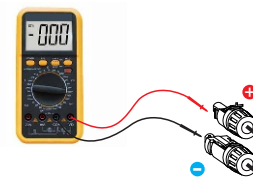
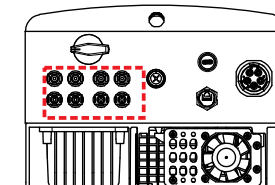

Figura 5.17 Medição do multímetro
Figura 5.18 Conecte os conectores CC ao inversor
5. Meça a tensão FV da entrada CC com multímetro, verifique a polar do cabo de entrada CC (consulte a figura 5.17) e certifique-se de a tensão FV de cada cadeia esteja na faixa de operação do inversor. Conecte o conector CC com o inversor até ouvir um leve clique indicando uma conexão bem sucedida. (Consulte a Figura 5.18)